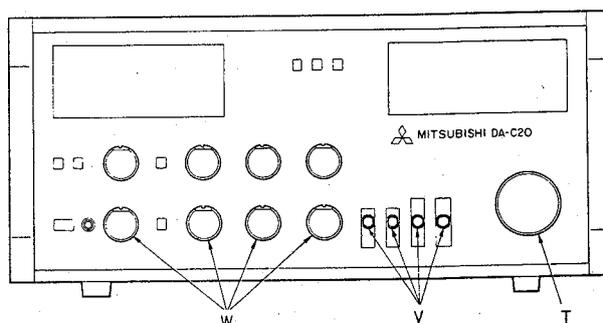

Abb. 3
- 3) Nimm die Kontrollschalter an der Frontseite ab. (Die Schrauben sind sechseckig, weshalb der Abstimmknopf (T in Abb. 3) mit einem Sechskantschraubenzieher mit 2mm Kantenabstand entfernt werden sollte.) Was die anderen Knöpfe und Kontrollschalter mit Ausnahme des Druckschalters angeht, sind die vier Kontrollschalter (V) und die 8 Knöpfe (W) durch kräftiges Ziehen nach vorne absunehmen.